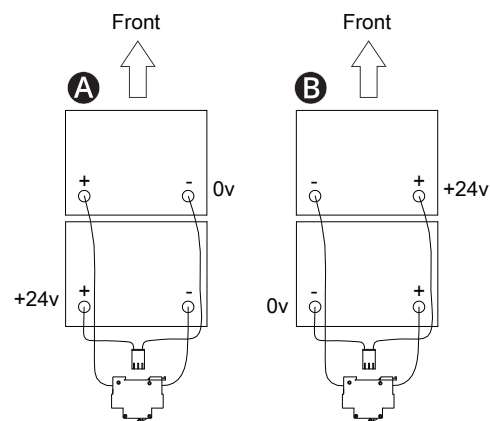

Abbildung 380. Schaltplan für den Batterieanschluss.
2. Positionieren Sie die Batterien mit den Polen in der korrekten Lage. Siehe Schaltplan in Abbildung 380.